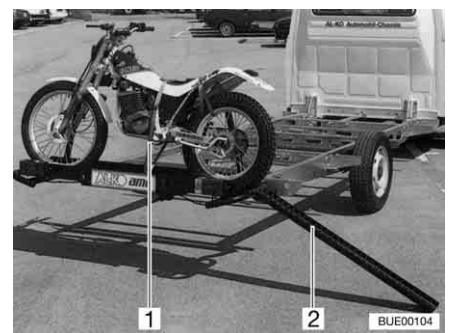

Fig. 7 Porte-motos avec rail d'accès
- Rail d'accès (Fig. 7,2)
- 1 jeu de courroies de serrage (Fig. 7,1)